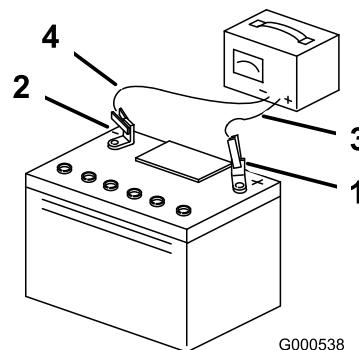

Figura 41
4. Quando a bateria estiver totalmente carregada, desligue o carregador da tomada elétrica e em seguida desligue os cabos do carregador dos bornes da bateria (Figura 41).